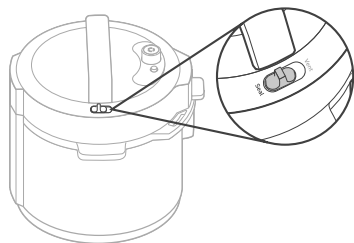

Figura 1.1
- Quando si cucina con una funzione di cottura a pressione, l'interruttore di rilascio del vapore si sposta automaticamente su **'Seal'** quando è chiuso. **[Figura 1.1]**